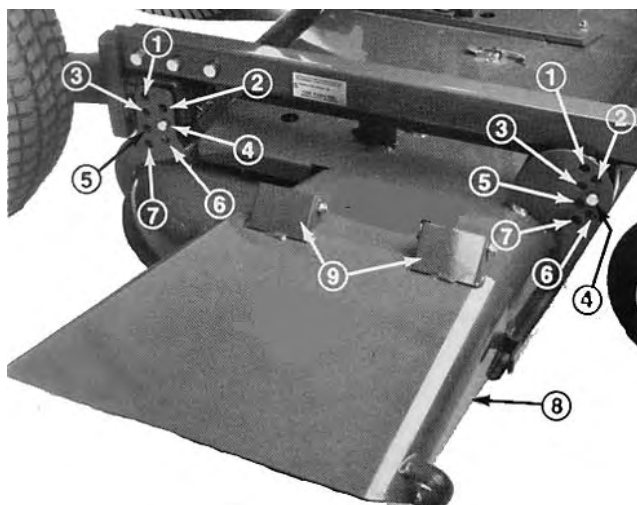

Figure 8
7. Abaissez le bâti porteur et insérez 4 axes de chape dans les trous de support et les supports de châssis de la hauteur de coupe désirée. Fixez-les avec les goupilles fendues (Fig. 8).